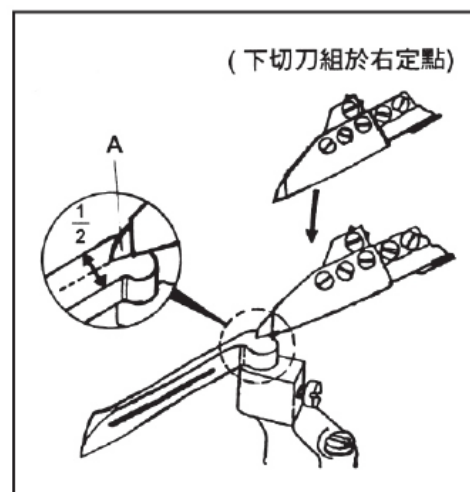

Рис. 42
1. Когда устройство обрезки нити выдвигается из правой мертвой точки к правой стороне петлителя, (1-е действие) конец подвижного ножа (А) направляет центр гребня петлителя. (Рис. 42).